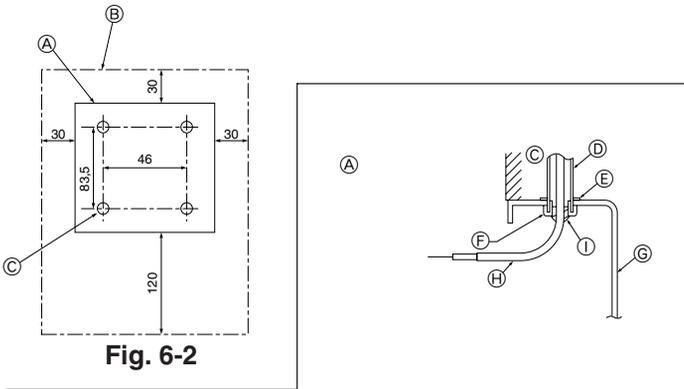

Fig. 6-2
(1) Seleccione uma posição de instalação do controlo remoto. (Fig. 6-2)